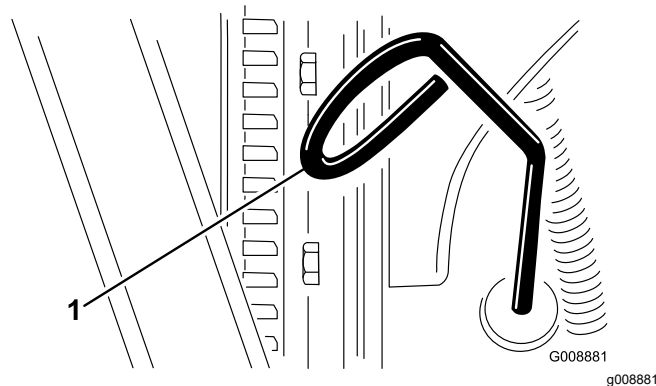

Bild 66
3. Nehmen Sie den Peilstab (Bild 66) heraus und wischen Sie ihn mit einem sauberen Lappen ab.